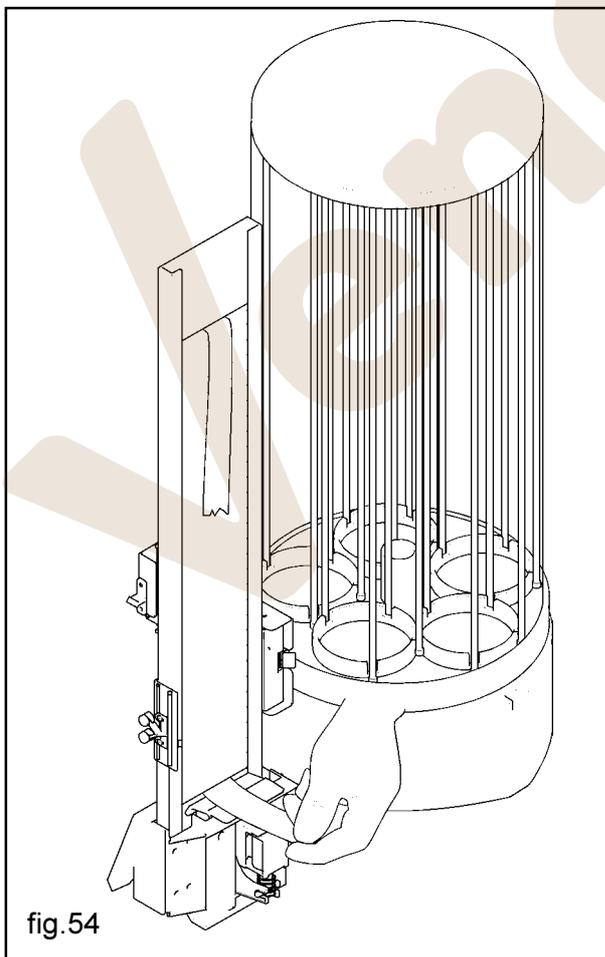

fig.54
- Colocar las paletinas con la tira de embalaje en la columna; cuando estén en posición en el fondo, cortar y retirar la tira (fig. 54)